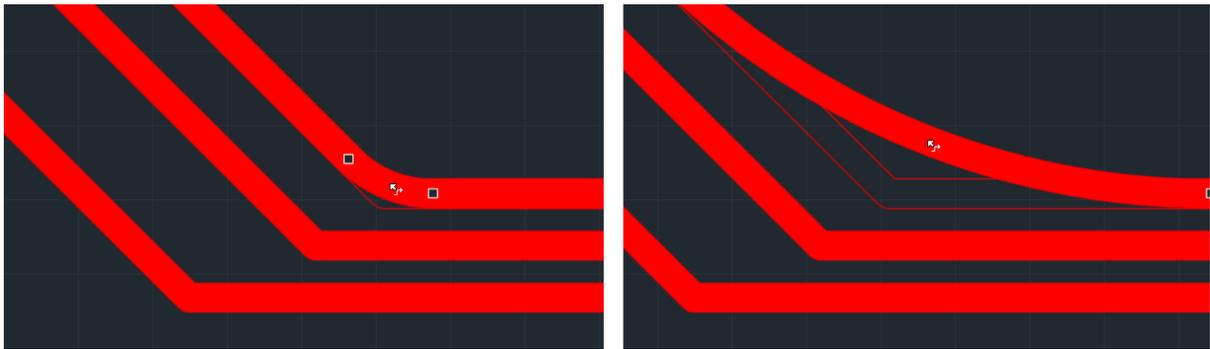

Рис. 4 Выбор радиуса скругления в момент применения инструмента
4. Переместите курсор, см. Рис. 4.